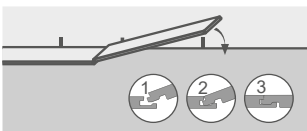
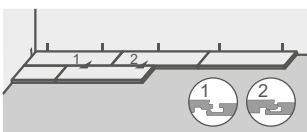

Рисунок 12
Рисунок 13
12.17.2 Следующую планку уложить так: торцевой гребень планки вставить в паз уложенной планки под углом (см. Рисунок 12), при этом продольную сторону установить с небольшим смещением, чтобы при опускании планки обеспечить введение в зацепление продольного замка с предыдущим рядом (см. Рисунок 13).